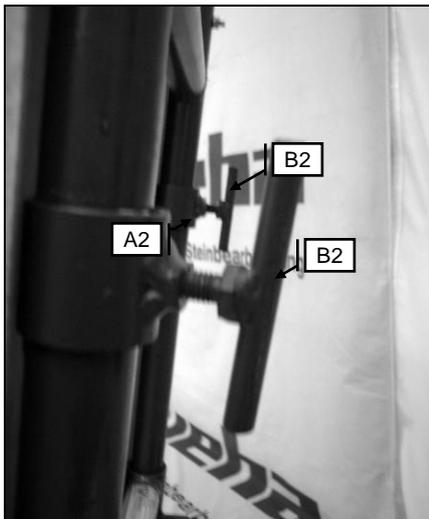

Abbildung 5.2 – Klemmhalter Schwerpunkt
- Jetzt muss sich die Achse mit den zwei Reifen in Richtung der Griffe verschieben, bis hin zu den Klemmhältern [Abb. 5.2; A2].